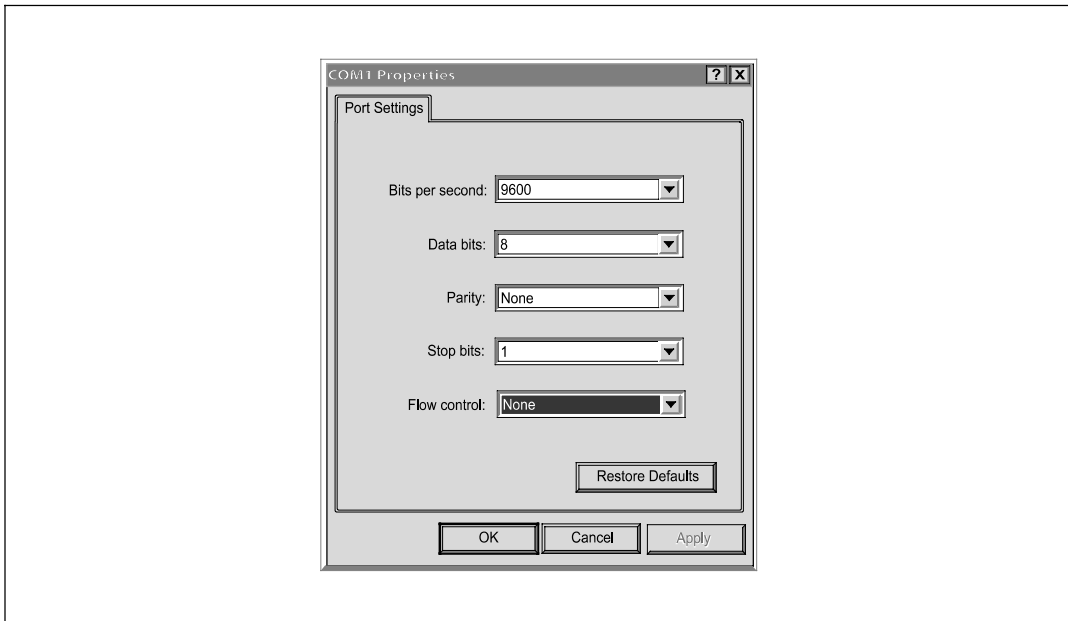

图 6. 配置端口设置
- 4 将串行线设置为 **9600 波特、8 数据位、无奇偶校验、1 停止位、无流控制**（请参阅图 6）。